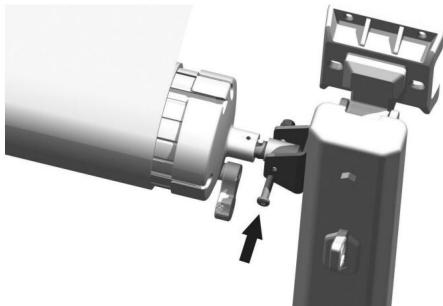

Figure C16
3.6 Enroulez le tissu dans la même direction sur le tube du rouleau, en laissant un cercle intact, et enfilez le tissu dans le rail de tissu du véhicule (Figure C15), fixez le trou de l'arbre à l'extrémité du rouleau jusqu'au support supérieur de la tige de support (Figure C16).